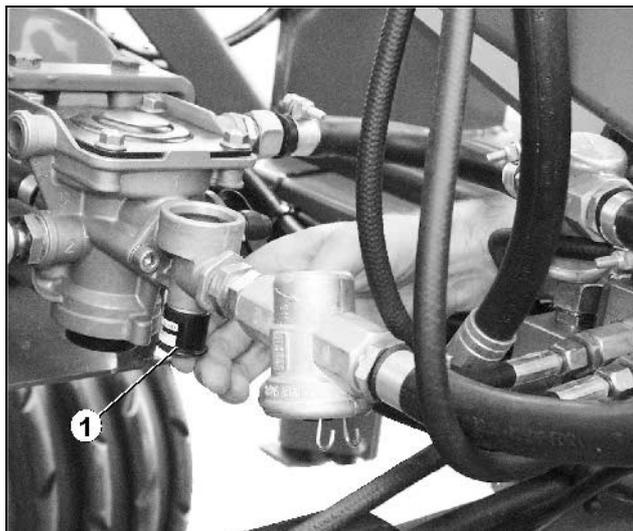

Рис. 44
Без подключения питающих магистралей к трактору заблокированные тормоза могут освобождаться после нажатия на вентиль с исполнительной кнопкой (Рис. 44/1).
**Тормоза освобождаются сразу, когда нажимается вентиль с исполнительной кнопкой (Рис. 44/1)!**